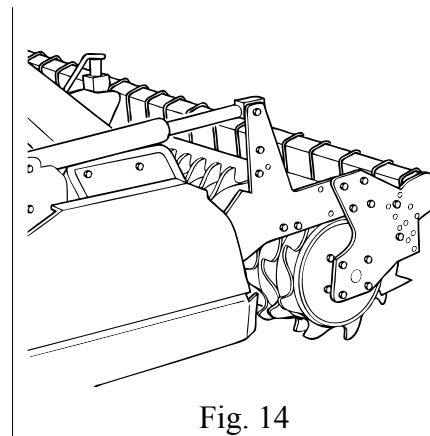

Fig. 14
3. Con cilindri idraulici (Fig. 14). Questa soluzione per la regolazione della profondità di lavoro con cilindri a comando idraulico, si effettua dal posto di guida, tramite l'azionamento idraulico che comanda i due cilindri idraulici, che regolano i rulli posteriori e quindi ne determina la profondità di lavoro. Entrambi i cilindri idraulici sono dotati di valvola di blocco.